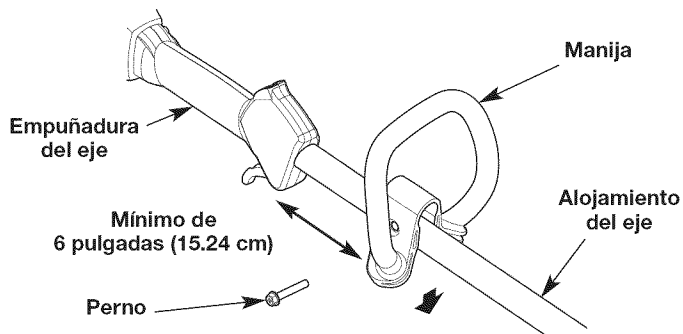

Fig. 3
1. Oprima la manija hacia abajo sobre el alojamiento del eje (Fig. 3). El orificio del perno de la manija debe quedar a la derecha.
2. Inserte el perno en el orificio del perno y oprímalo para que pase a través de él (Fig. 3). Apriete el perno con una llave tubular de 3/8" pero no apriete por completo.
3. Mientras sujeta la unidad en la posición de funcionamiento (Fig. 10), desplace la manija hasta la ubicación que le ofrece el mejor agarre. Ubíquela como mínimo a 6 pulgadas (15.24 cm) del extremo de la empuñadura del eje (Fig. 3).
1. Afloje el perno con una tubular de 3/8" (Fig. 3).
2. Mientras sujeta la unidad en la posición de funcionamiento (Fig. 10), desplace la manija hasta la ubicación que le ofrece el mejor agarre. Ubíquela como mínimo a 6 pulgadas (15.24 cm) del extremo de la empuñadura del eje (Fig. 3).